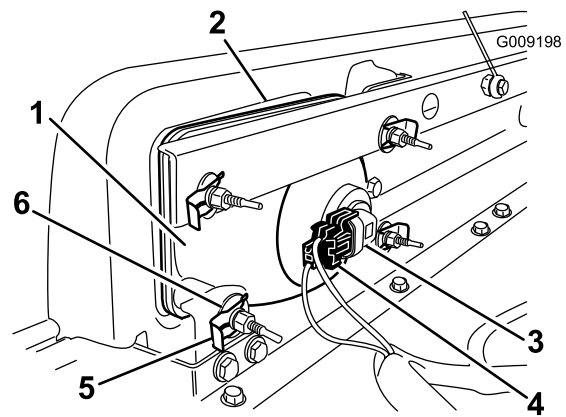

Bild 34
2. Schieben Sie den Scheinwerfer nach vorne durch die Öffnung in der vorderen Stoßstange und entfernen Sie ihn (Bild 34).
3. Setzen Sie den neuen Scheinwerfer durch die Öffnung in der Stoßstange ein (Bild 34). Achten Sie darauf, dass die Ausrichtungspfosten mit den Löchern in der Befestigungshalterung in der Stoßstange ausgefluchtet sind.